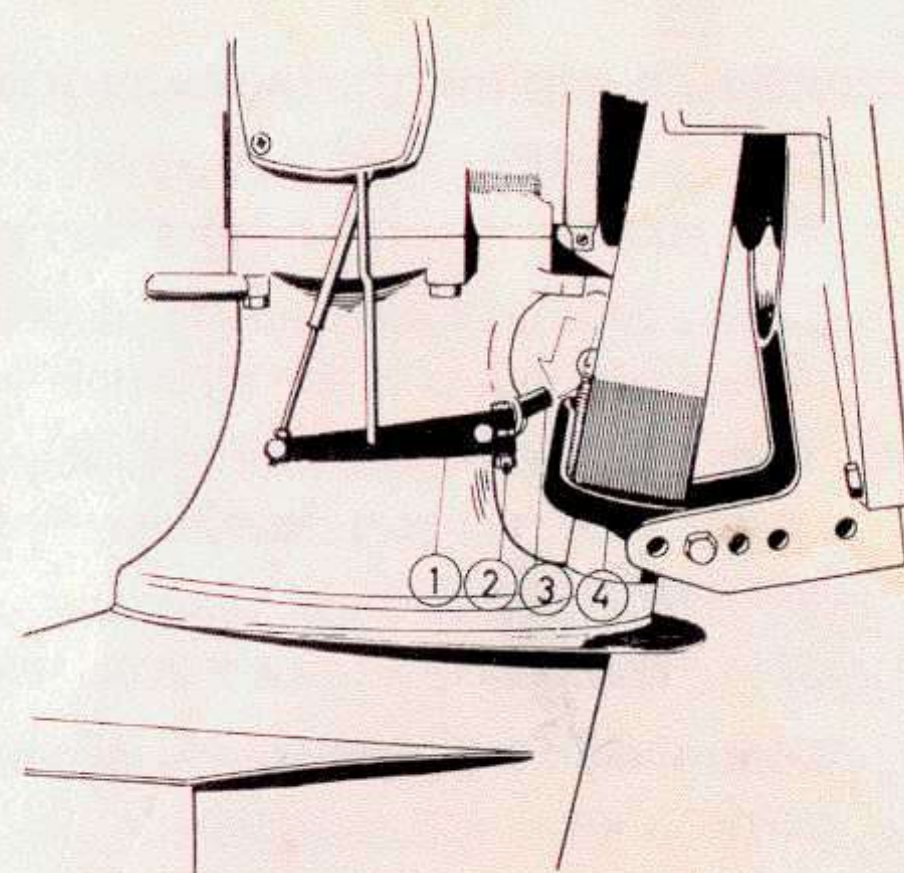

Fig. 58 Drev 100
1. För manöverspaken till läget för körning back. Spelet mellan backspärrtappen (3 fig. 58) och backhaken (4) skall då vara ca. 1 mm. Vid behov justeras spelet genom att vrida sexkanttappen (3).
2. Ställ därefter manöverspaken i neutralläge. För backhaken (4) bakåt och kontrollera att frigången mellan backspärrtappen (3) och haken (4) är ca 0,5 mm (markerat med pil på fig. 58). Vid justering lossas manöverhävarmens (1) klämskruv (2) varefter axeln med tappen (3) vrides.